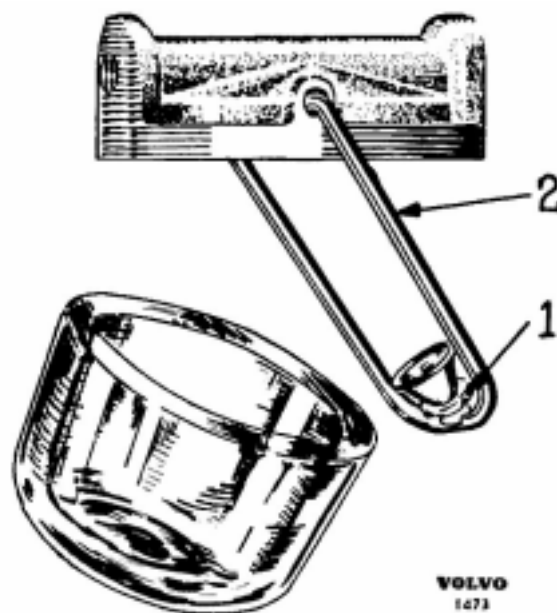

Bild 27. Bränslefilter.
Ungefär en gång i veckan bär detta filter demonteras och rengöras. Före demontering inställes bränslekranen på stängt läge. Demonteringen sker genom att muttern (1) lossas och bygel (2) föres åt sidan (se bild 27).